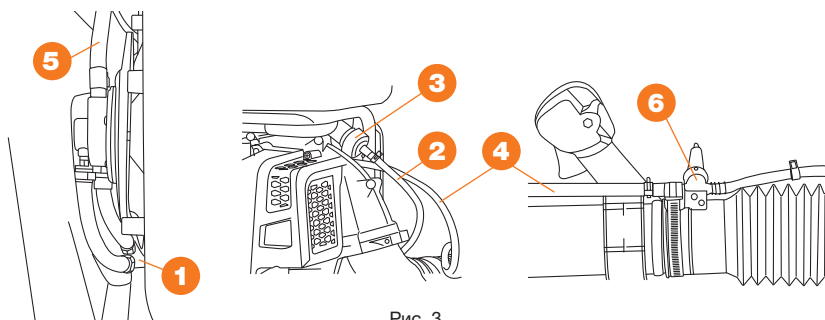

Рис. 3
- Установите длинную часть 2 сдвоенного шланга 1, выходящего из нижней части помпы в штуцер бака 3 (Рис. 3).
- Установите длинный шланг 4 из верхней части помпы 5 на штуцер запорного крана 6 и зафиксируйте его хомутом (Рис. 3).
- Закройте запорный кран 6 (переведите рычаг в вертикальное положение) (Рис. 3).